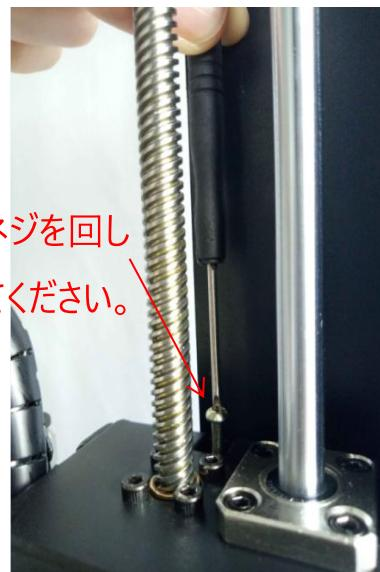

図 14
(3) 図14をご覧ください。ノズル位置が低過ぎる場合、このZ軸高さ調整ネジを締めてください。逆にノズル位置が高過ぎる場合は、このZ軸高さ調整ネジを緩めてください。締めこむ/緩める量はノズルとヒートベッドとの距離分です。ネジは一回転する0.5mm上下します。参考にしてください。